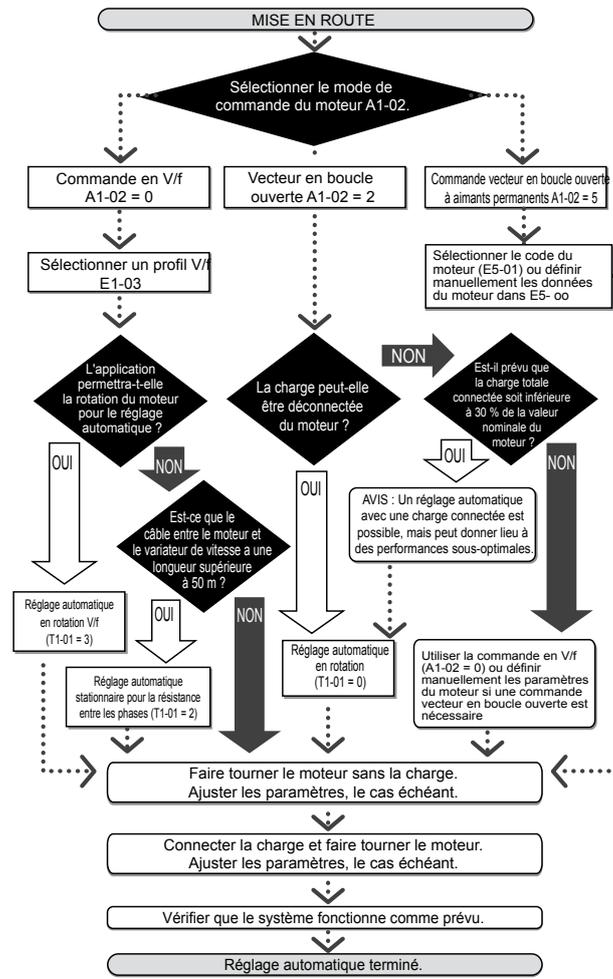

Figure 4.13 Sélection du réglage automatique
2. Déterminer le type de réglage automatique le plus approprié aux besoins de l'application, selon. *Figure 4.13.*